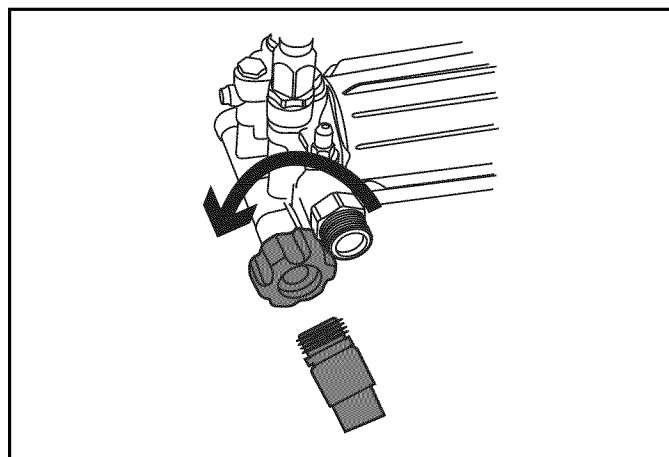

Figure 4-12. Raccorder le tuyau d'arrosage
3. Raccordez le tuyau d'arrosage (sa longueur ne doit pas dépasser 15 mètres [50 pieds]) à la prise d'eau (Figure 4-12). Serrez à la main.